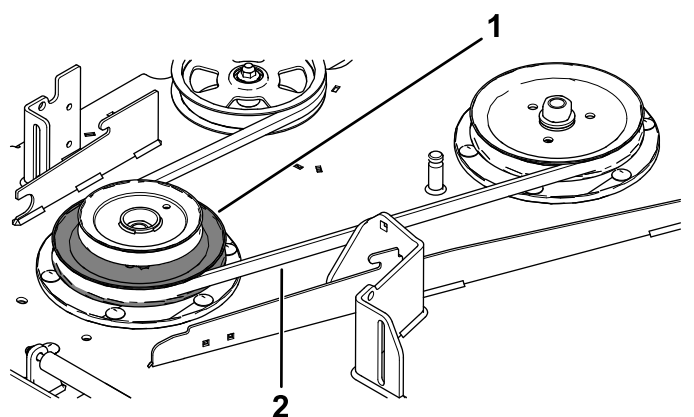

Figura 23
11. Instale la correa del cortacésped alrededor de la polea inferior de la polea doble (Figura 23).